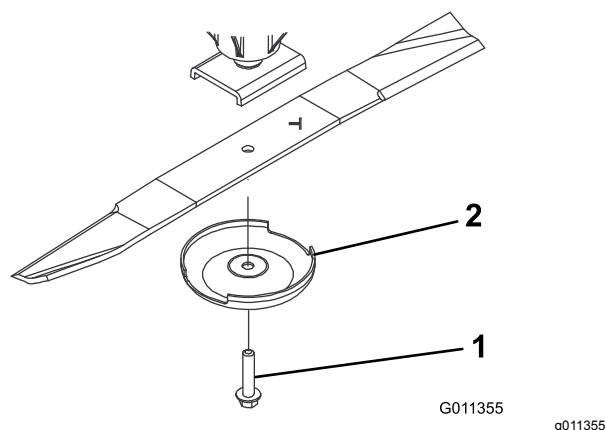

**Figure 59**
2. Tenez la lame par son extrémité avec un chiffon ou un gant épais. Enlevez le boulon, la coupelle de protection et la lame de l'axe de pivot (Figure 59).
3. Montez la lame, ailette vers l'unité de coupe, et fixez-la avec la coupelle de protection et le boulon (Figure 59). Serrez le boulon de la lame à un couple de 115 à 149 N·m.